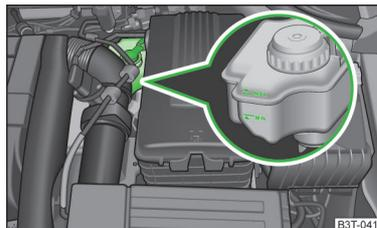

Abb. 166
- Ist der Flüssigkeitsstand unter die MIN-Markierung abgesunken » Abb. 166 auf Seite 223, **!** nicht weiterfahren - es besteht Unfallgefahr! Die Hilfe eines Fachbetriebs in Anspruch nehmen.
- Den Bremsflüssigkeitsstand am Behälter prüfen » Abb. 166.